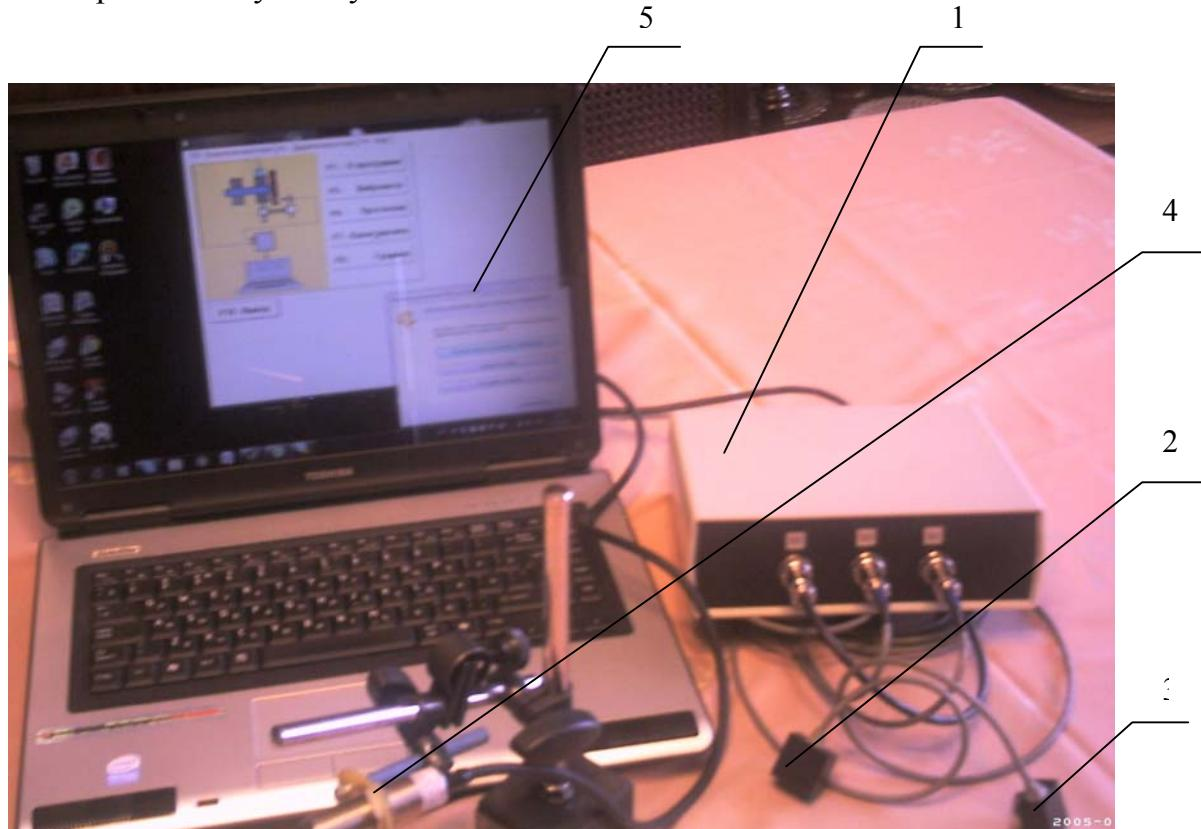

Рис. 4.1. Прибор для балансировки «БалКом-1» в комплекте
**4.1.** Фотографии прибора «БалКом-1» представлены на рис. 4.1 и 4.2.
Прибор (см. рис. 4.1) состоит из измерительного блока 1, двух датчиков вибрации 2 и 3, датчика фазового угла 4 и портативного компьютера (нетбука или ноутбука) 5.